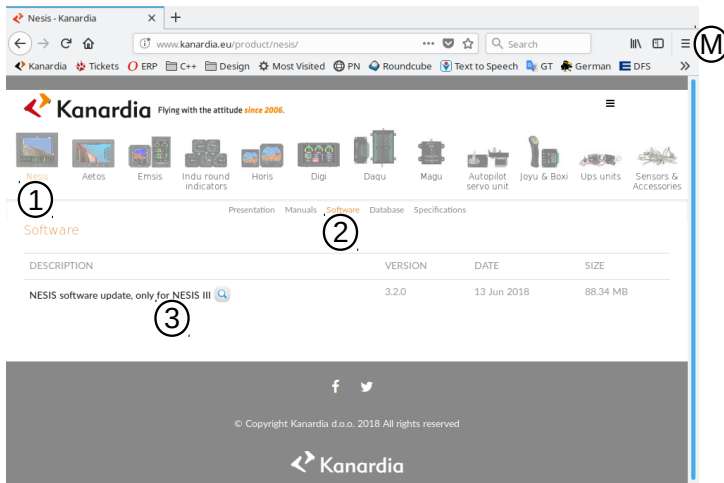

Figure 68: Abbildung der Download-Seite der Nesis-Software. Normalerweise nur das neueste Update ist verfügbar.
- ① Öffnen Sie die Startseite und wählen Sie oben das Symbol Nesis. diese führt zu Nesis-spezifische Seite.
- ② Wählen Sie *Software*. Dadurch wird eine Seite mit Nesis-spezifischer Software geöffnet. Ein Beispiel ist in Abbildung 68 dargestellt.
- ③ Klicken Sie auf den Link, um den Download der ausgewählten Softwaredatei zu starten. Vor dem Herunterladen der Software wird ein Fenster angezeigt, in dem Sie nach Ihrer E-Mail-Adresse gefragt wird. Dies ist optional. Der Download wird auch abgeschlossen, wenn die Adresse nicht angegeben wird.
1. Klicken Sie auf das ≡ Menüsymbol. Siehe Punkt (M) in Abbildung 68.